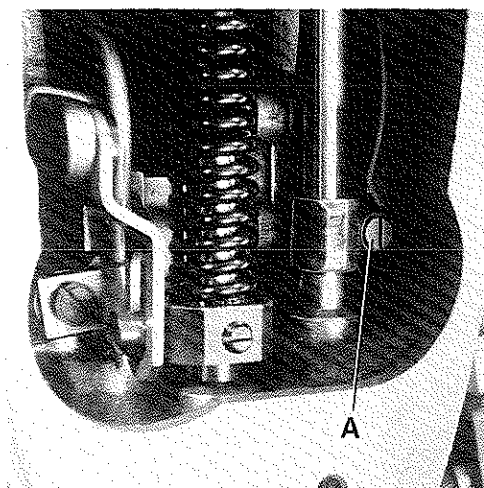

Fig.16
2. Remove the head cover.\* Loosen screw (A, Fig. 16) in the needle bar connection and rotate needle bar until the needles center in the needle holes of throat plate.
3. Retighten screw (A).
\* Screw (A, Fig. 16) will also be accessible when removing the plug in the head cover, without dismounting head cover.
For adjustment loosen screw (A, Fig. 16) and move needle bar up or down as required. Retighten screw (A).
2. Entfernen Sie den Kopfdeckel\*. Lösen Sie die Schraube (A, Fig. 16) im Nadelstangenmitnehmer und drehen Sie die Nadelstange bis die Nadeln mittig in den Stichlöchern der Stichplatte stehen.
3. Ziehen Sie die Schraube (A) wieder an.
\* Die Schraube (A, Fig. 16) wird auch ohne Abbau des Kopfdeckels zugänglich, wenn man den Verschluss im Kopfdeckel entfernt.
Lösen Sie für diese Einstellung die Schraube (A, Fig. 16) und schieben Sie die Nadelstange nach Bedarf nach oben oder unten. Ziehen Sie die Schraube (A) wieder an. Beachten Sie, daß bei dieser Einstellung die Nadelstange nicht verdreht wird.